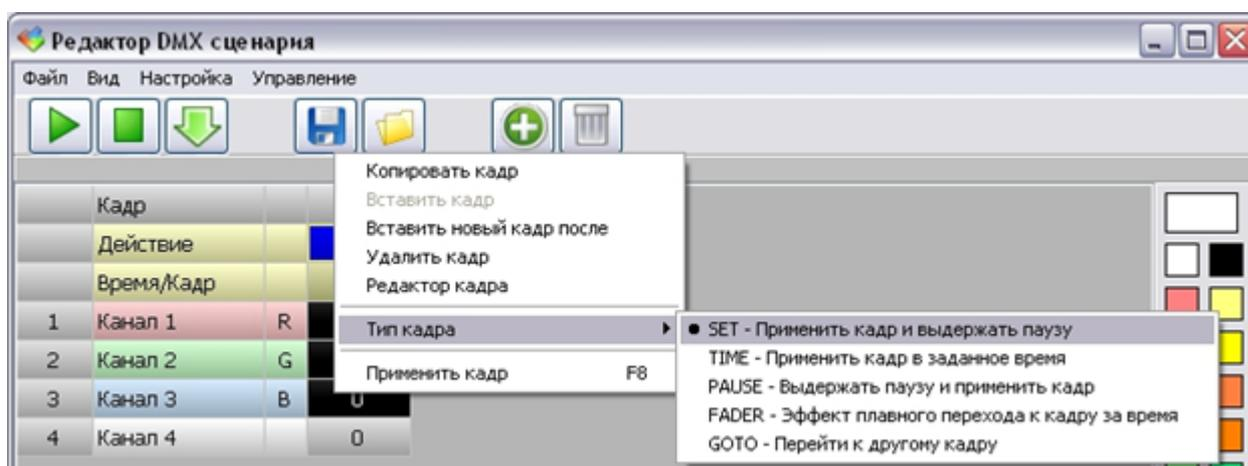

Рисунок 23 – Ввод типа кадра
- 3) Для первого кадра указать тип кадра левой кнопкой «мышки» в контекстном меню (рисунок 23). Также тип кадра задается двойным нажатием левой кнопки «мышки».